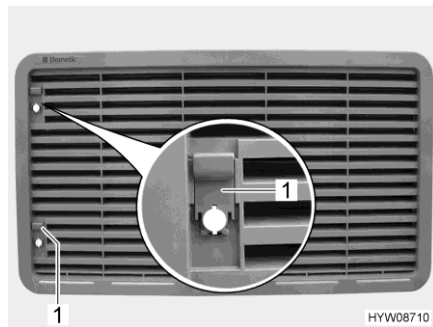
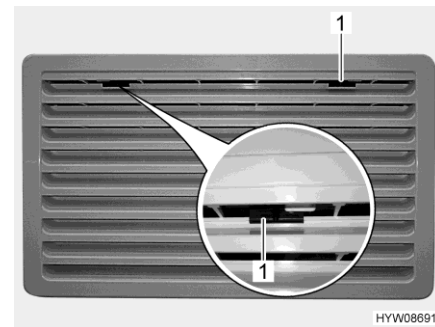

Fig. 150 Griglia di aerazione del frigorifero
Fig. 151 Griglia di aerazione del frigorifero (alternativa)
- A seconda del modello, fare scorrere il cursore (Fig. 150,1) verso l'alto oppure l'arresto (Fig. 151,1) verso il centro.